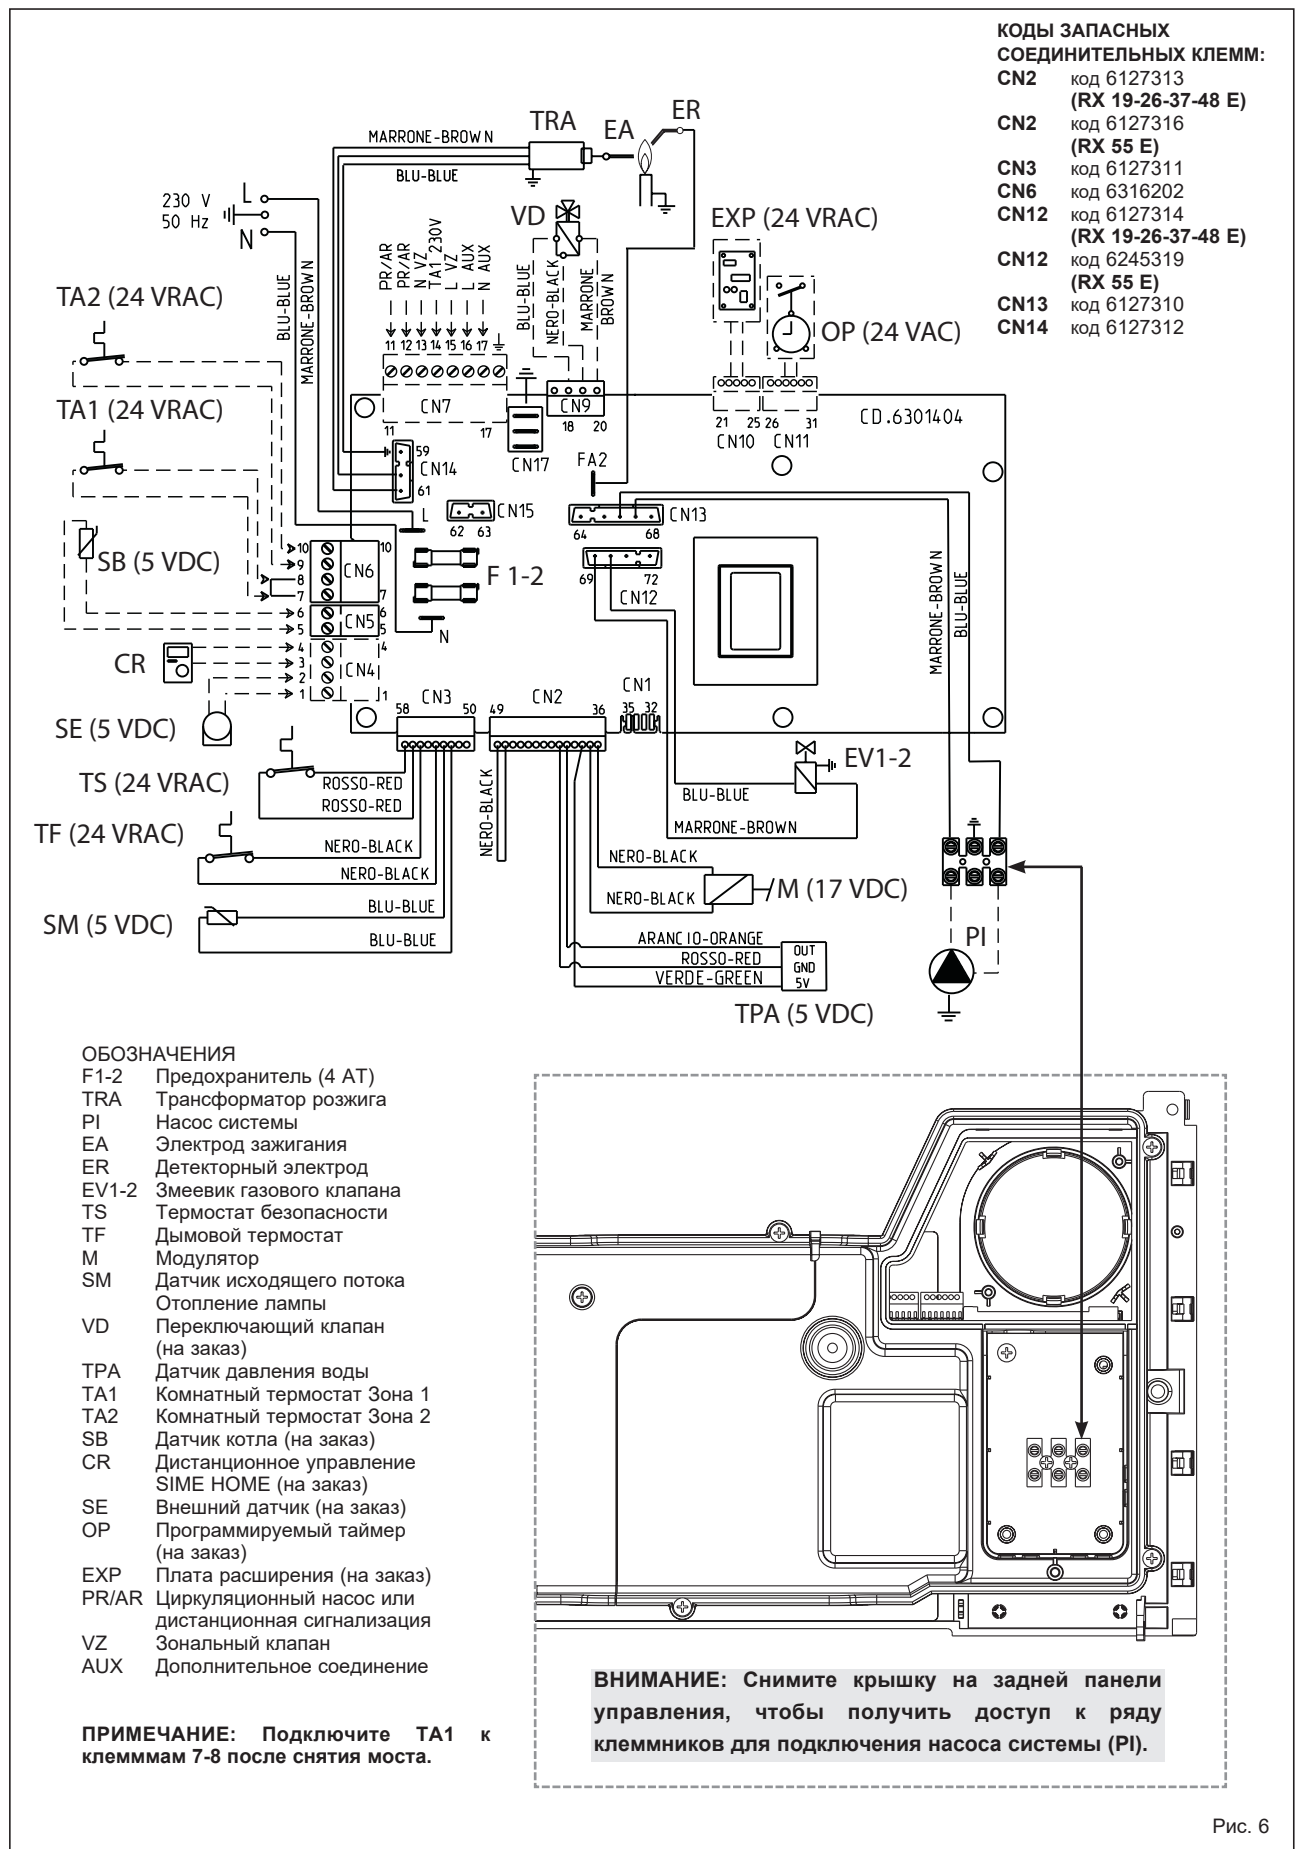

Рис. 6
Электрические соединения к котлу соответствуют надписи на схеме (рис. 6).
2.12 ЭЛЕКТРИЧЕСКАЯ СХЕМА (Рис. 6)